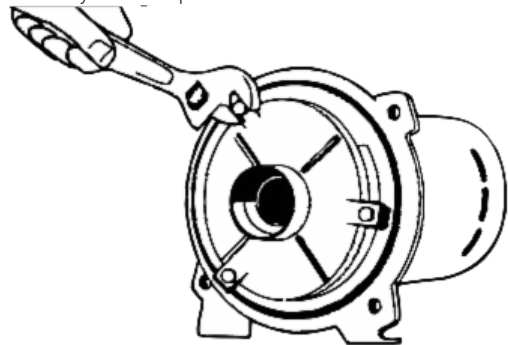

Figura 10: Retire la placa difusora
4. Quite los pernos de la placa difusora y saque el difusor (Figura 10). Cuando reemplace el difusor, use tres calzas de 0.010" de espesor igualmente espaciadas entre el ojo del impulsor y el difusor para evitar que el impulsor roce el difusor y se atasque.